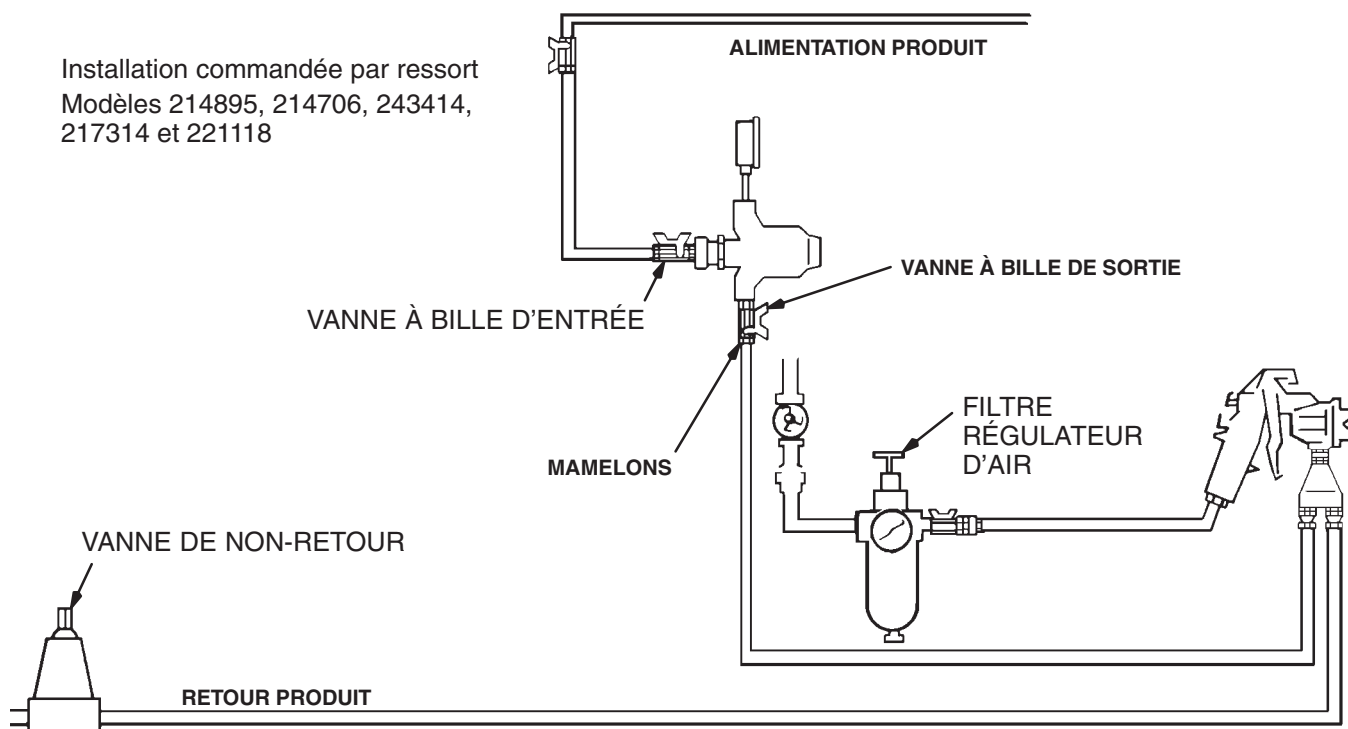

Fig. 1
1. Démonter la robinetterie provisoire et monter un régulateur pour chaque pistolet pulvérisateur. Voir le **Schéma dimensionnel** de la page 19 pour les dimensions des régulateurs. Monter le régulateur verticalement, comme indiqué aux Fig. 1 et 2, pour assurer un meilleur débit et limiter les dépôts de pigments. En cas d'utilisation d'un manomètre, celui-ci doit être monté verticalement. Si le régulateur est monté horizontalement, utiliser un coude pour que le manomètre soit à la verticale.
2. Fermer la vanne à bille d'entrée du régulateur produit. Voir Fig. 1 et 2.
2. Démarrer la pompe et ouvrir la vanne à bille à l'entrée du régulateur produit pour permettre l'arrivée du produit au régulateur. Voir Fig. 1.